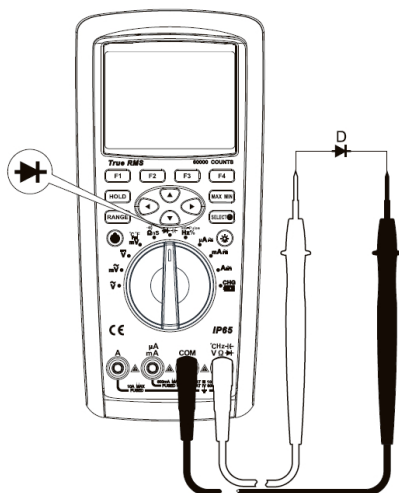

Figura 10
2. Posicione a chave rotativa para **"H"**, pressione o botão SELECT para selecionar a medida de capacitância e então conecte as pontas de prova nos terminais do capacitor a ser medido, conforme **Figura 10**.
2. Posicione a chave rotativa para **"H"**, a função teste de diodo é padrão, então conecte as pontas de prova nos terminais do diodo a ser medido em configuração de polaridade direta (ponta positiva no ânodo e ponta negativa no catodo), conforme **Figura 10**. Pressione a tecla de funções **"F1"** (MENU)